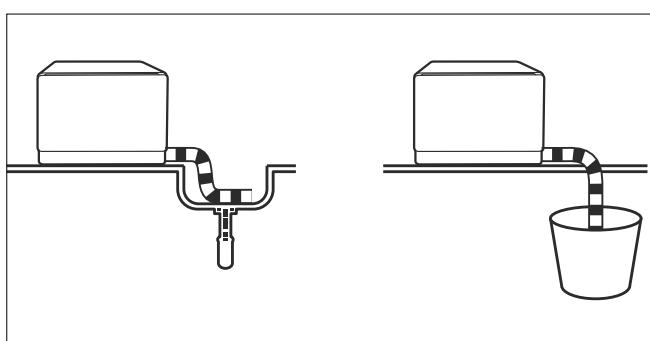

Fig. 14 – Évacuation dans un lavabo ou un récipient
- ▶ Accrochez l'extrémité du tuyau d'évacuation dans un lavabo ou un récipient suffisamment grand (≥ 12 litres) (voir Fig. 14).
- ▶ Après avoir installé le raccordement d'eau et la vidange d'eau, branchez la fiche d'alimentation (7) sur une prise de courant.